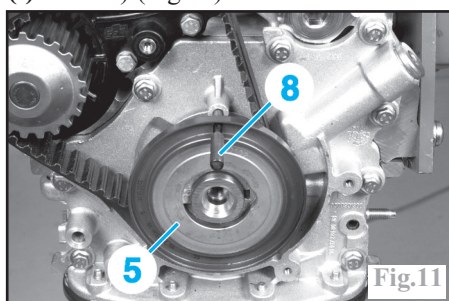

Fig.11
roue dentée de vilebrequin (5) (outil réf. (-).0194.A) (Fig.11).